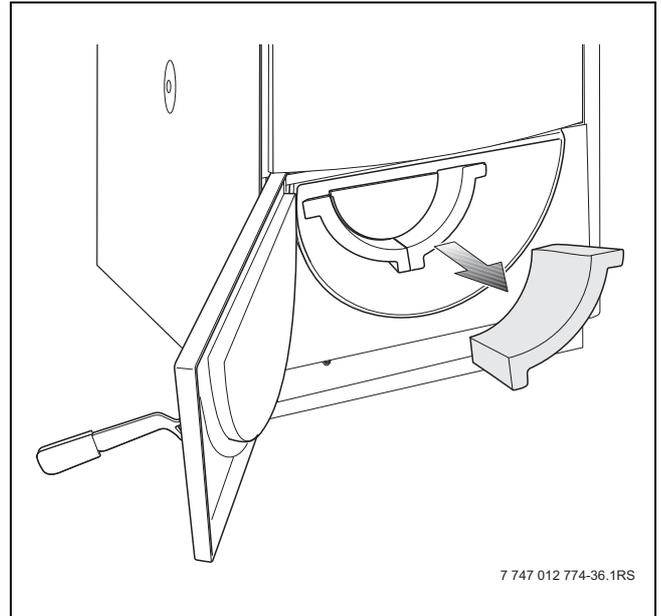

Fig. 31 Rimozione dei mattoni refrattari
- Se le intercapedini sono molto sporche, estrarre i mattoni refrattari inferiori dal ceneraio prima di procedere alla pulizia con la spazzola (→ fig. 31).